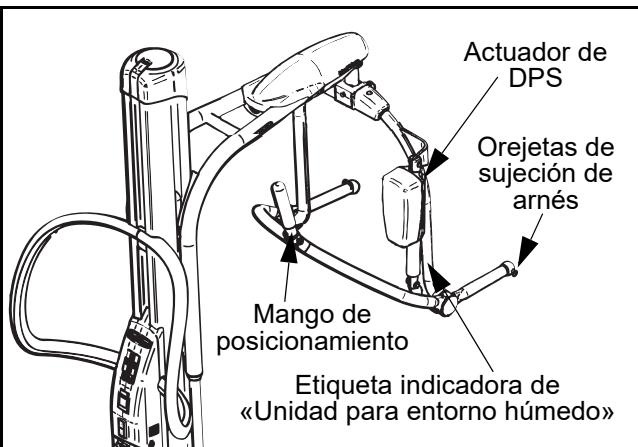

Fig. 36
Si la grúa se ha enviado con un bastidor DPS motorizado (véase la Fig. 36), el uso de este tipo de bastidor, incluidos la colocación del arnés con el paciente, el acoplamiento del arnés al bastidor y el manejo del paciente, es igual que el uso del bastidor DPS no motorizado descrito previamente en estas instrucciones.
**ADVERTENCIA:** Antes de utilizar el equipo con el bastidor DPS motorizado, proceda a familiarizarse con las diversas piezas ilustradas en la Fig. 36. Lea y comprenda completamente estas instrucciones de manejo para evitar errores que pueden producir lesiones.